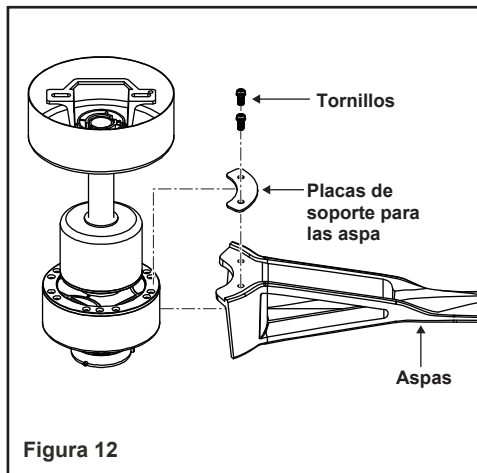

Figura 12
Paso 1. Sujete la hoja al motor con las placas de soporte de la hoja y los tornillos proporcionados. ¡Asegúrese de que los tornillos estén APRETADOS! Los tornillos del motor flojos pueden contribuir a zumbidos o oscilaciones innecesarios durante el funcionamiento. (Figura 12)